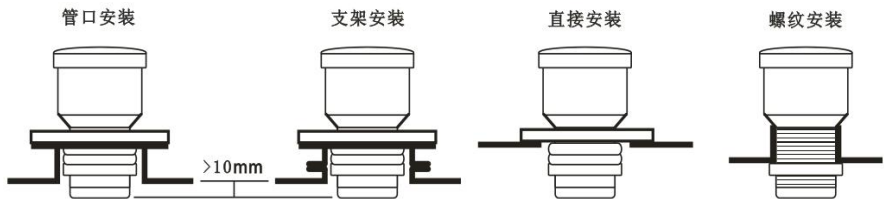

图 4
(4) 探头的安装应避免其发射的声波通道与容器壁保持如图四所示的理想区域内。图 4 所示量程与探头安装距离容器壁的区域，如果安装距离小于理想区域下线所规定的距，则应将探头安装在“最小间距”区